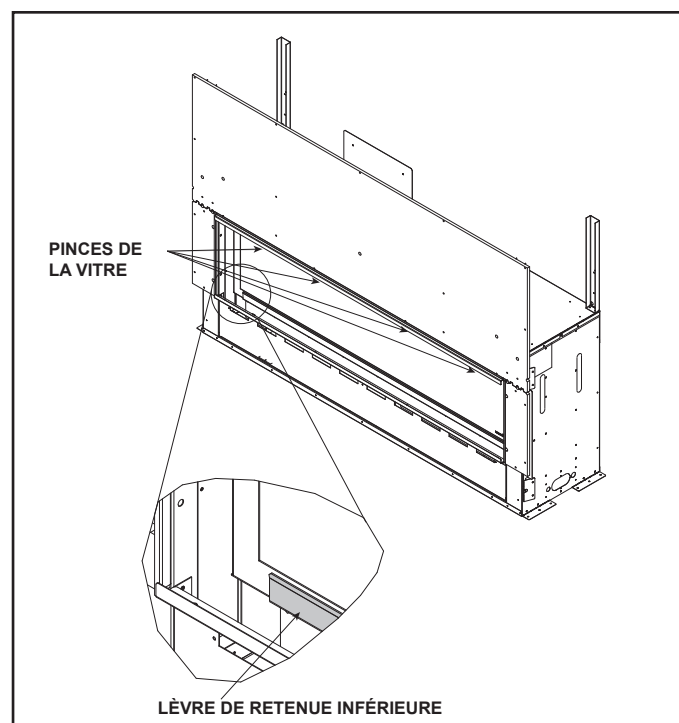

Figure 11.1 Panneau de verre fixe en place
3. Localisez les verrous de la vitre de l'appareil situés sur le bord supérieur de son cadre. Voir la figure 11.1.